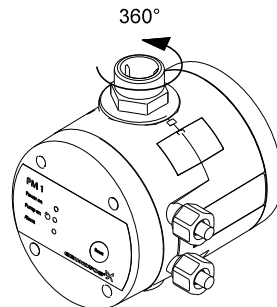

Fig. 1 Raccordement de sortie rotatif
Le raccordement de sortie de l'unité peut être tourné à 360°. Voir fig. 1.
2. Effectuer les branchements électriques comme indiqué à la fig. 1 ou 2, page 151, selon le type de moteur.